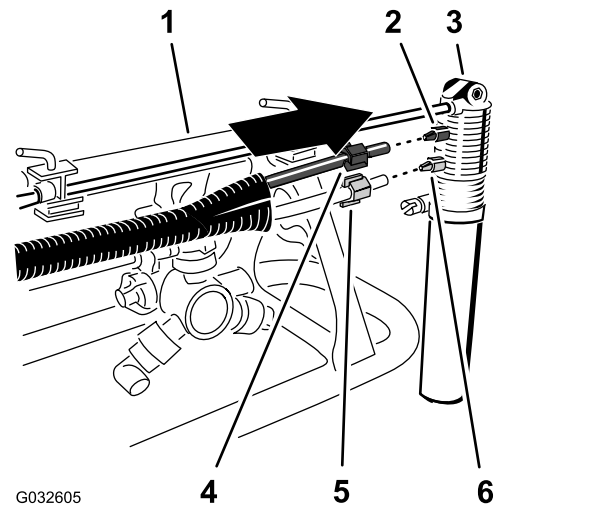

Figura 13
2. Alinhe a extremidade do tubo transparente com a porca de compressão branca com a união branca do bico do marcador de espuma e aperte a porca de compressão à mão (Figura 13).
3. Alinhe a extremidade do tubo azul com a porca de compressão azul com a união azul do bico do marcador de espuma e aperte a porca de compressão à mão (Figura 13).
1. Passe a porca de compressão azul pelas extremidades do tubo azul e a porca de compressão branca pelo tubo transparente (Figura 13).